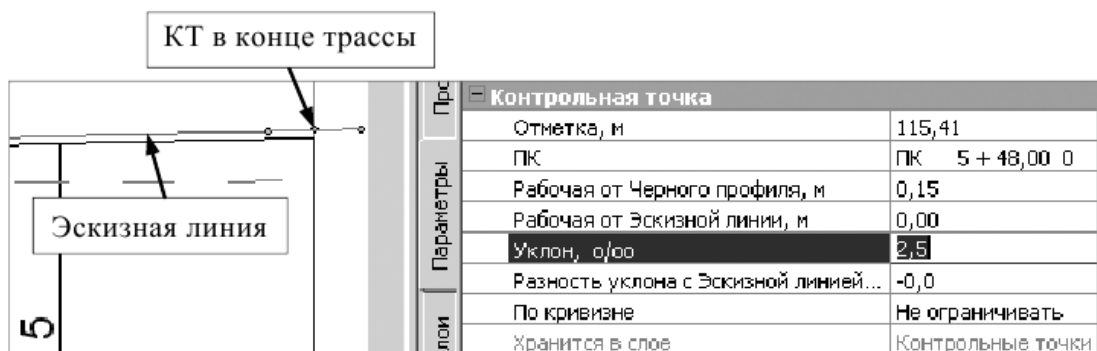

Рис. 8.2. Редактирование параметров контрольных точек
10.6. Отредактируйте по необходимости параметры уже созданных ранее КТ. Для этого выполните команду ОСИ – ПАРАМЕТРЫ ОПТИМИЗАЦИИ – КОНТРОЛЬНЫЕ ТОЧКИ. На локальной панели инструментов выполните команду РЕДАКТИРОВАТЬ ЭЛЕМЕНТ. Переведите курсор в режим ЗАХВАТ ТОЧКИ. В окне ПРОДОЛЬНЫЙ ПРОФИЛЬ захватите контрольную точку, а в окне ПАРАМЕТРЫ уточните необходимые параметры (рис. 8.2).